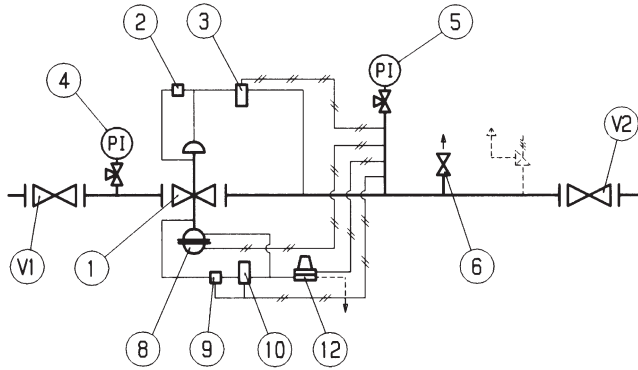

Fig. 19
**5.5 MESSA IN SERVIZIO DEL REGOLATORE APERVAL CON MONITOR INCORPORATO PM/182 E VALVOLA ACCELERATRICE (FIG. 19)**
**5.5 COMMISSIONING THE REGULATOR APERVAL WITH INCORPORATED PM/182 MONITOR AND ACCELERATING VALVE (FIG. 19)**
**5.5 INBETRIEBNAHME DES REGLERS APERVAL MIT INTEGRIERTEM MONITOR PM/182 UND SCHLIESSBESCHLEUNIGER (Abb. 19)**
- 1) Die Einstellung des Piloten 3 des Betriebsregelgerätes durch Drehen der Einstellschraube 10 im Uhrzeigersinn auf Maximum bringen (Abb. 19).
**5.5 MISE EN SERVICE DU DETENDEUR APERVAL AVEC MONITOR INCORPORE PM/182 E VANNE D'ACCELERATION (Fig. 19)**
**5.5 PUESTA EN SERVICIO DEL REGULADOR APERVAL CON REGULADOR MONITOR INCORPORADO PM/182 Y VÁLVULA ACELERADORA (Fig. 19)**
**5.5 ATIVAÇÃO DO REGULADOR APERVAL COM MONITOR INCORPORADO PM/182 E VÁLVULA ACELERADORA (Fig. 19)**
- 1) Augmenter à fond l'étalonnage du pilote 3 en faisant tourner la vis 10 dans le sens horaire (Fig. 19).
- 1) Aflojar completamente el muelle de tarado del piloto 3 girando la tuerca 10 (fig. 19).
- 1) Aumentar a taragem do piloto 3, rodando a porca 10 no sentido dos ponteiros do relógio (fig.19).